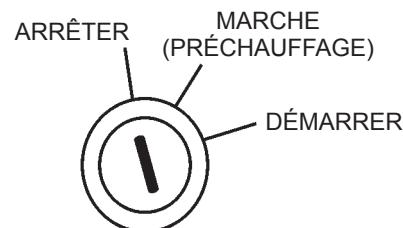

Figure 55. Commutateur d'allumage (urgence)
1. Placer les disjoncteurs **principal**, **G.F.C.I.** et **aux.** (Figure 55) dans la position d'arrêt **OFF**.
2. Tourner la clé de contact (Figure 55) à la position d'arrêt **STOP**.